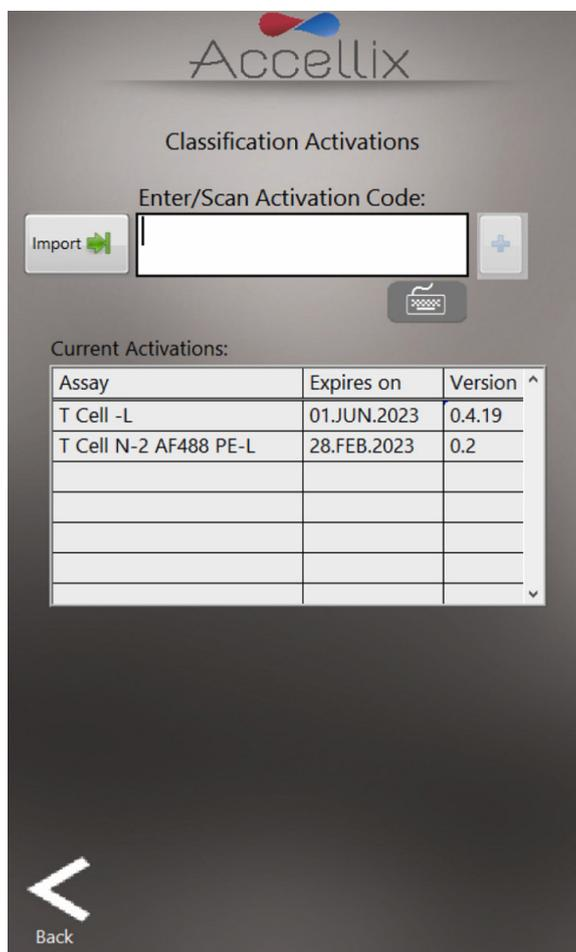

Figure 28 : écran de la fonction Abonnements en classification automatique
permet à l'utilisateur de consulter et d'ajouter des abonnements en classification automatique (CA) pour tous les tests applicables (Figure 28). Pour plus d'informations, contactez-nous à l'adresse [sales@accellix.com](mailto:sales@accellix.com).